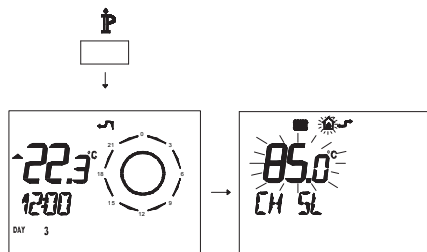

Figura 5.41
- Premere per più di 3 secondi il pulsante **P** para per entrare in modalità **INFO** (Figura 5.41).